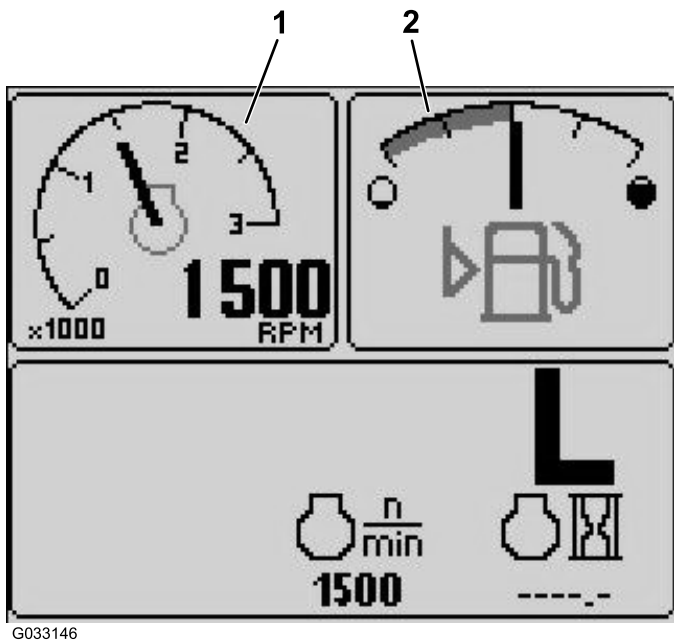

Рисунок 3
- Тахометр – верхний левый экран (Рисунок 3)
- Индикатор уровня топлива — верхний правый экран (Рисунок 3)
Данный индикатор показывает уровень топлива в баке (Рисунок 3).
Данный индикатор показывает рабочую частоту вращения двигателя в об/мин (Рисунок 3).